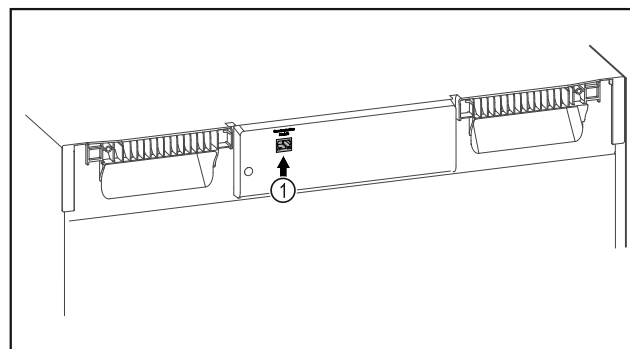

Fig. 84
- SmartModule Fig. 84 (1) er installert.